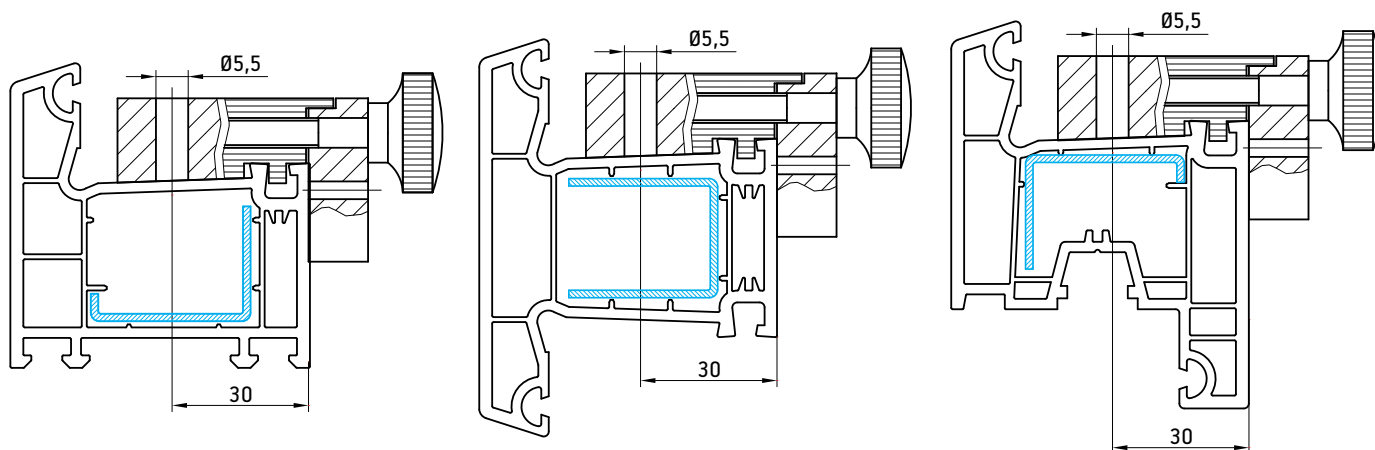

Рис. 8
- Отверстия под центральные крепежные шурупы (5х60) производятся с помощью оригинального импостного шаблона. (Рис. 8)